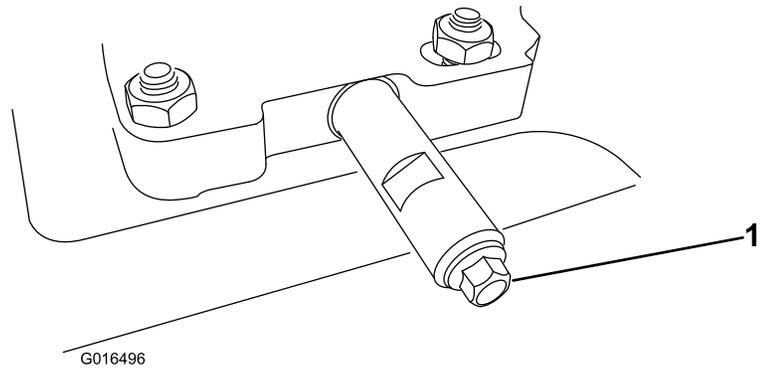

Figure 41
- Nettoyez la surface autour du bouchon de vidange d'huile (Figure 41).